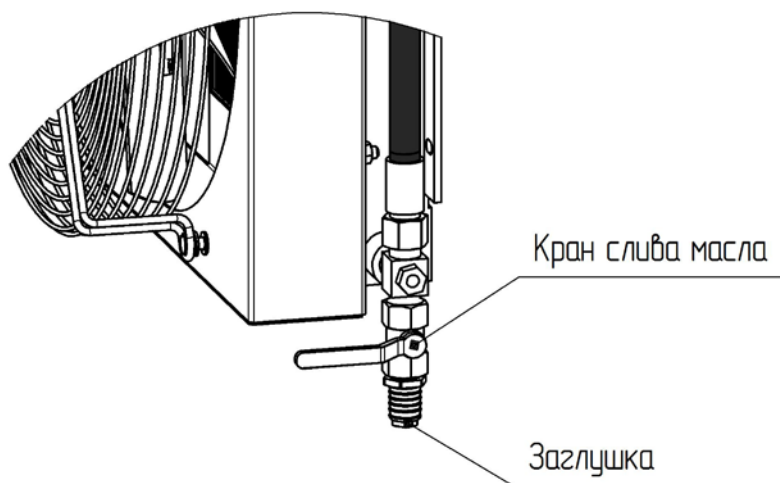

Рис. 6. Маслоохладитель
- отвернуть заглушку крана слива масла на маслоохладителе, открыть кран (рис. 6);